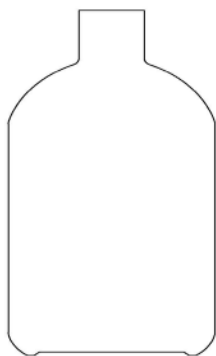

Рис. 35. Колба Роукса
20. **Колба Роукса** (рис. 35) — колба в виде фляги (плоской бутылки), используется для микробиологических культур.